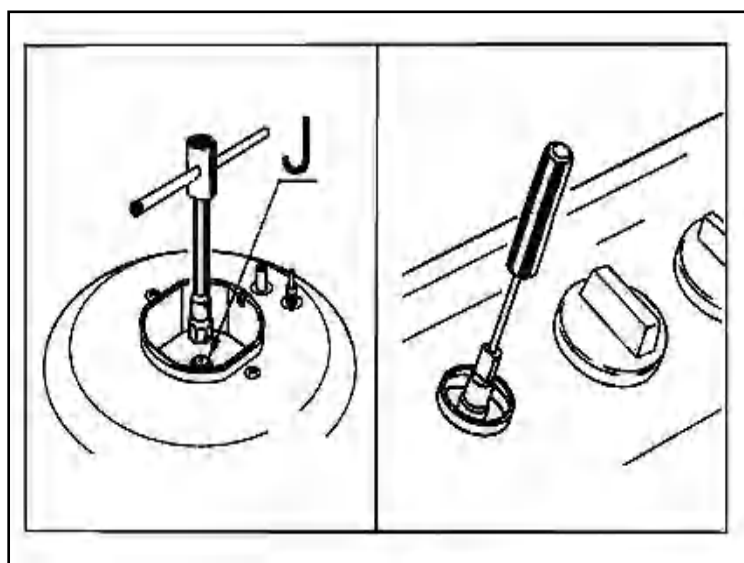

Рис. 9
Подключение (рис.9)
- Выверните жиклеры «J» (см. рис. 9) торцевым ключом на 7 мм и замените их подходящими (см. таблицу «Диаметры жиклеров, мм»). Жиклеры маркируются указанием диаметра отверстия в миллиметрах в верхней части жиклера;
- Вставьте маленькую отвертку с плоским жалом в стержень вентиля (см. рис. 9). В вентилях, оборудованных предохранительным клапаном системы «газ-контроль», регулировочный винт может находиться снаружи стержня вентиля.